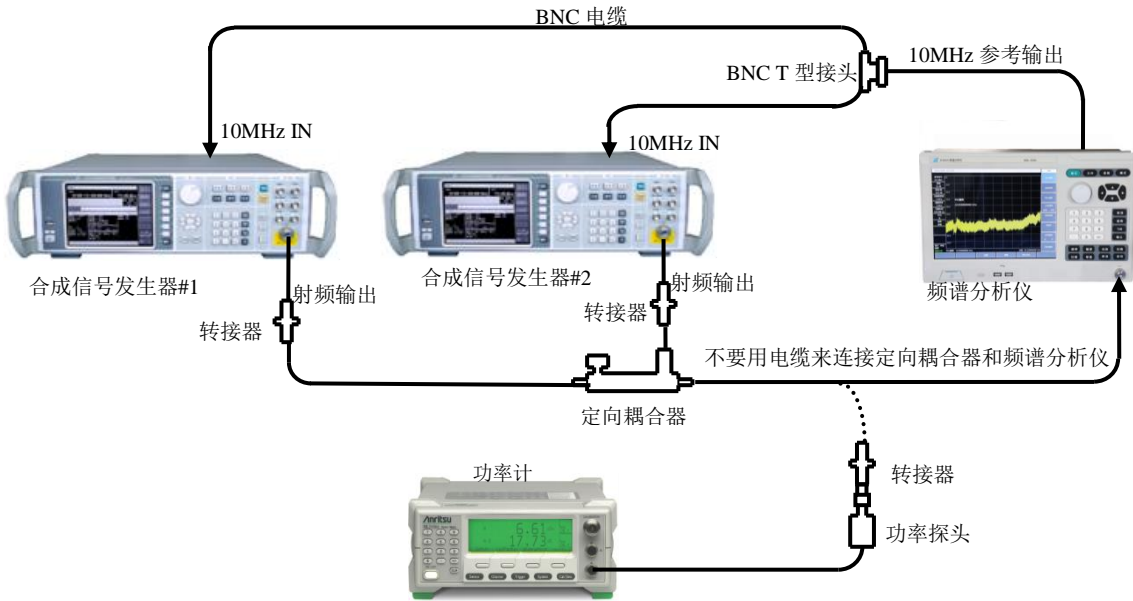

图 11-12 1dB 增益压缩测试框图
- 2) 如图 11-12 实线连接测试仪器，频谱分析仪为两个信号源提供频率参考，定向耦合器选择射频定向耦合器。
- 9) 断开射频定向耦合器输出与 AV4041 的连接，如图 11-12 虚线连接到功率探头，设置功率计校准因子频率为 2GHz，此时功率计读数为 50MHz~4GHz 频段的 1dB 压缩点，将该值作为测试结果记录到《AV4041 频谱分析仪记录表》中。
- 10) 如图 11-12 连接测试仪器，图中定向耦合器为毫米波定向耦合器，设置 AV4041 中心频率为 9GHz，合成信号发生器#1 的频率设置为 9.01GHz，合成信号发生器#2 的频率设置
- 13) 断开毫米波定向耦合器输出与 AV4041 的连接，如图 11-12 虚线连接到功率探头上，记录此时的功率计读数为 4GHz~13GHz 频段的 1dB 压缩点，将该值作为测试结果记录到《AV4041 频谱分析仪记录表》中。
- 14) 如图 11-12 连接测试仪器，图中定向耦合器为毫米波定向耦合器，设置 AV4041D/E/F/G 中心频率为 18GHz，合成信号发生器#1 的频率设置为 18.01GHz，合成信号发生器#2 的频率设置为 18GHz。
- 17) 断开毫米波定向耦合器输出与 AV4041 的连接，如图 11-12 虚线连接到功率探头上，记录此时的功率计读数为 13GHz~44GHz 频段的 1dB 压缩点，将该值作为测试结果记录到《AV4041 频谱分析仪记录表》中。